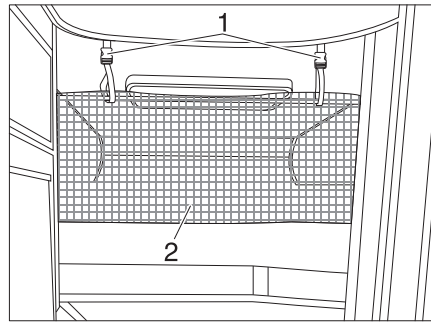

Fig. 161 Rete protettiva
La rete protettiva (Fig. 161,2) è stivata sui modelli di serie tra il materasso e il telaio portamaterasso. Fissare la rete protettiva soltanto dopo che la persona si è già stesa nel letto.
- Fare innestare i nastri di sostegno (Fig. 161,1) nei supporti sul soffitto.